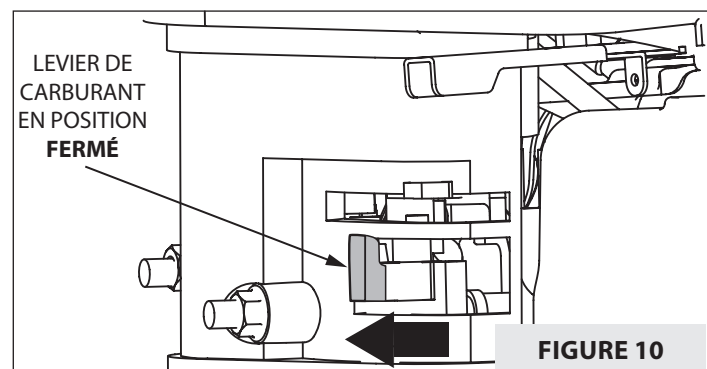

FIGURE 10
- Mettre le levier de carburant en position **FERMÉ**. **VOIR FIGURE 10.**